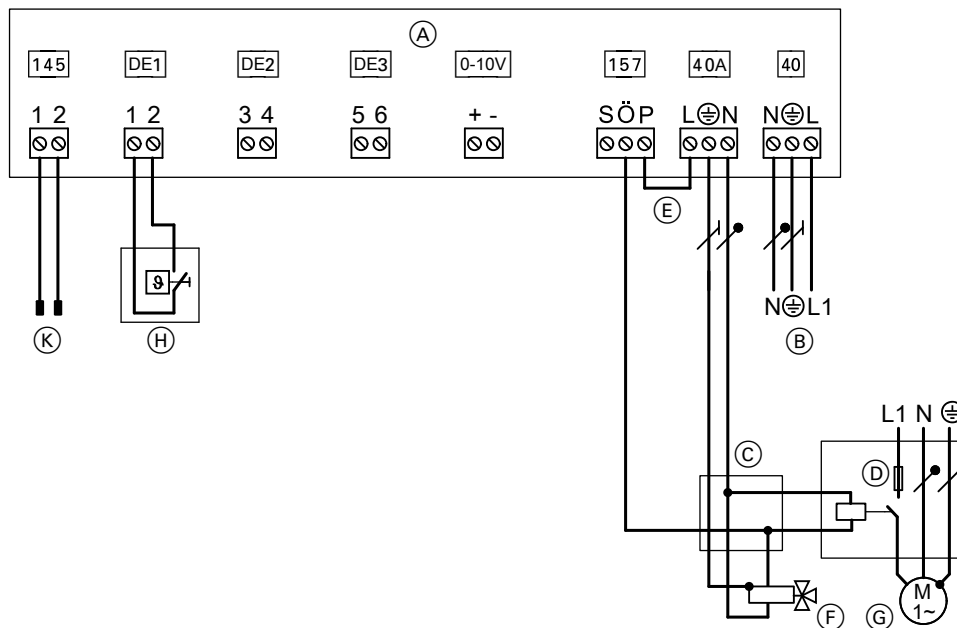

Abb. 44
- Anschlüsse an Erweiterung EA1 **nur** gemäß Abb. 44 ausführen.